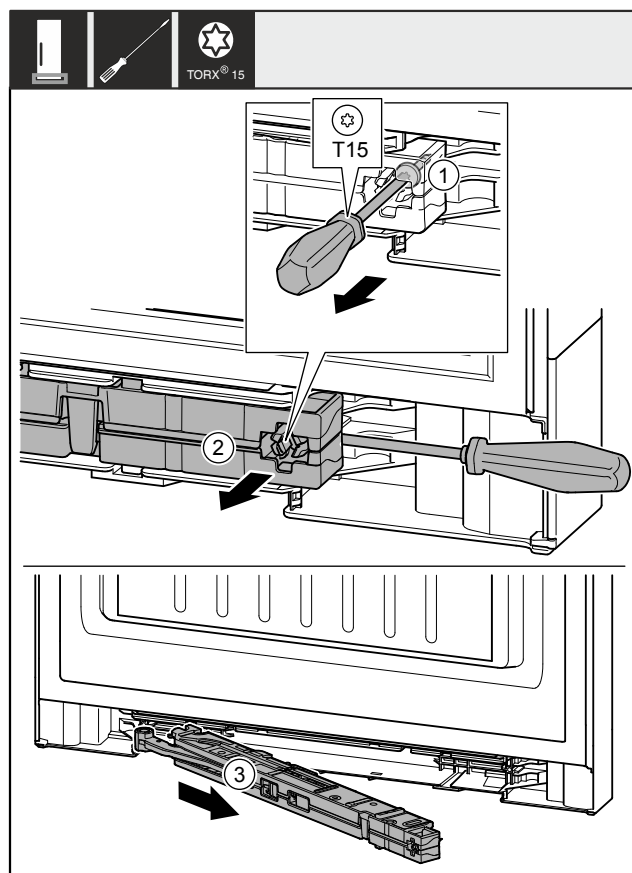

Fig. 11
- Šroub Fig. 11 (1) na jednotce tlumiče zavírání povolte šroubovákem o cca 14 mm.
- Vypačte jednotku tlumiče zavírání Fig. 11 (2) na straně madla šroubovákem dopředu.
- Vytáhněte jednotku tlumiče zavírání Fig. 11 (3).